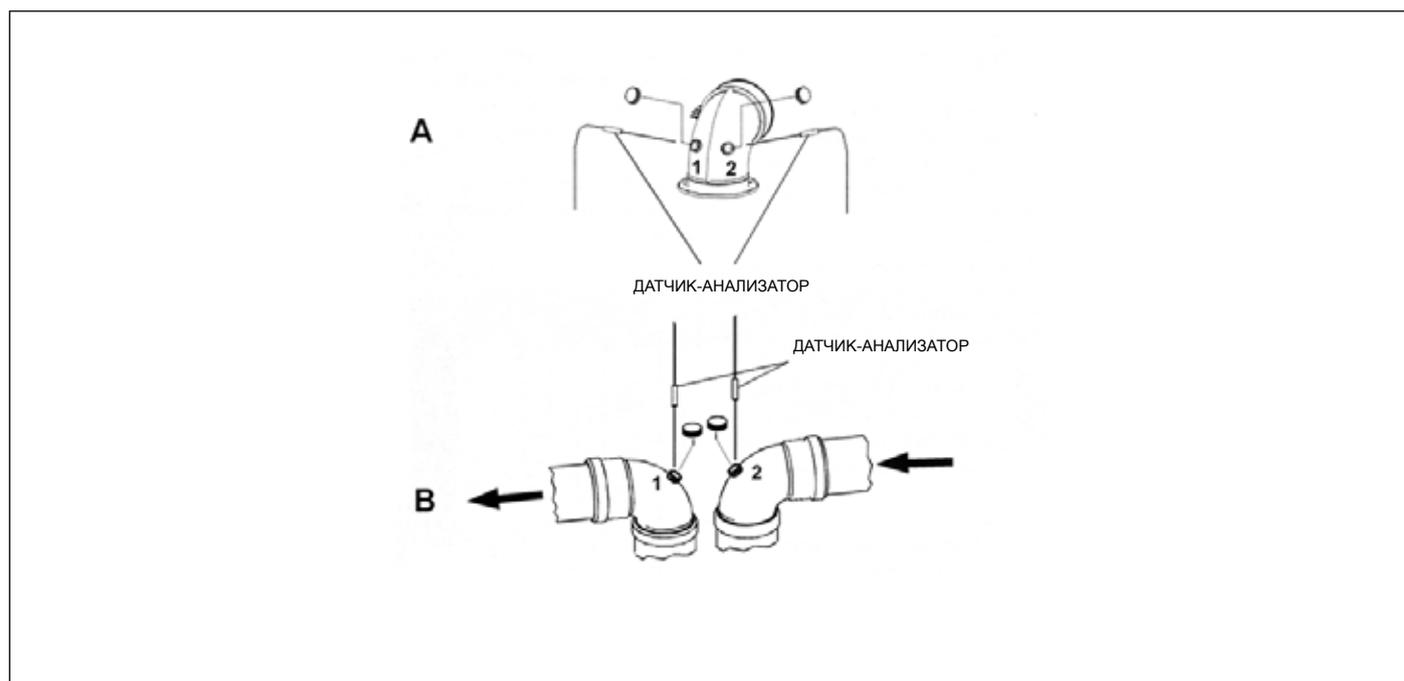

Рис. 18 Примеры мест для контроля дымовых газов
- измерить температуру воздуха для горения через отверстие 1 (см. см. (А) Рис. 18 Примеры мест для контроля дымовых газов для котлов с герметичной камерой сгорания, укомплектованных трубами со специальными отверстиями).
- измерить температуру дымовых газов и содержание CO2 через отверстие 2 (см. см. (А) Рис. 18 Примеры мест для контроля дымовых газов для котлов с герметичной камерой сгорания, укомплектованных трубами со специальными отверстиями).
- измерить температуру воздуха для горения через отверстие 2 (см. см. (В) Рис. 18 Примеры мест для контроля дымовых газов для котлов с герметичной камерой сгорания, укомплектованных трубами со специальными отверстиями).
- измерить температуру дымовых газов и содержание CO2 через отверстие 1 (см. см. (В) Рис. 18 Примеры мест для контроля дымовых газов для котлов с герметичной камерой сгорания, укомплектованных трубами со специальными отверстиями).